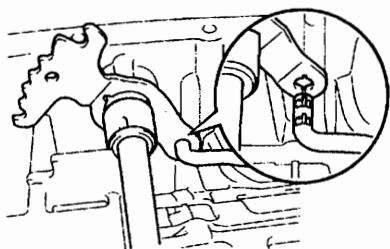

图 12-1-8
(23) 如图 12-1-8 所示, 从手动阀杠杆上脱开停车锁止杆。